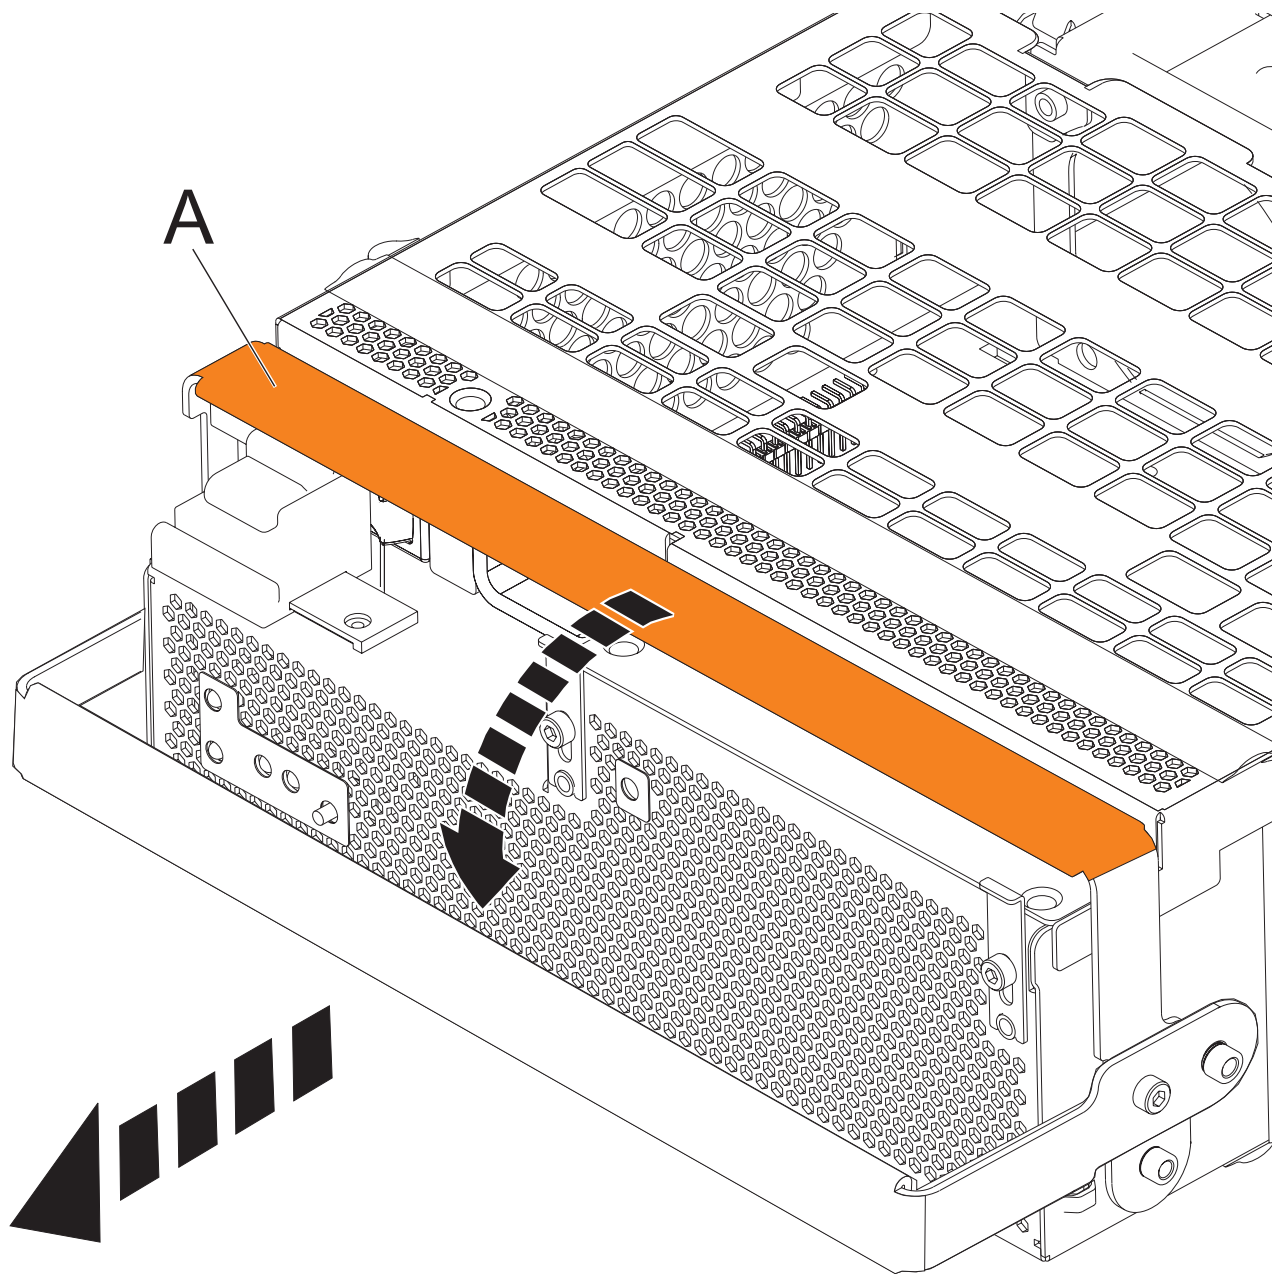

Figura 98. Extracción de los conjuntos de convertidor fuera de línea (OCA)
- a. Tire del asa del OCA (A) completamente hacia abajo hacia la dirección que se muestra, para sacar el OCA de su sitio. Consulte Figura 98 en la página 148.